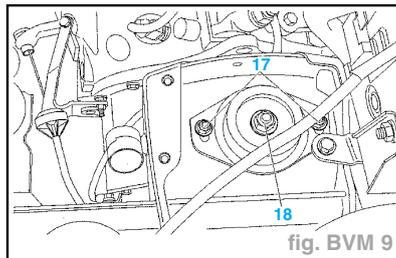

fig. BVM 9
- les écrous (17) (fig. BVM 9),
- la vis colonnette (18) du support de boîte de vitesses.